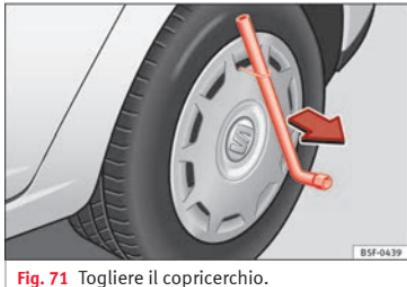

Fig. 71 Togliere il copricerchio.
- Togliere il copricerchio con il gancio in metallo » fig. 71.